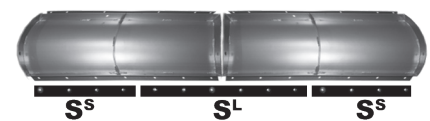

fig.4
- Fixez le racloir (trois pièces, une longue, S^L, et deux courtes, S^S; fig.4, à droite) à la bordure inférieure avant de la lame en utilisant les boulons de 25 mm (1 po) x M10 de grade 8 et les rondelles de 10 mm ainsi que les écrous M10 de type M10-5). Le long morceau du racloir chevauche les deux moitiés de la